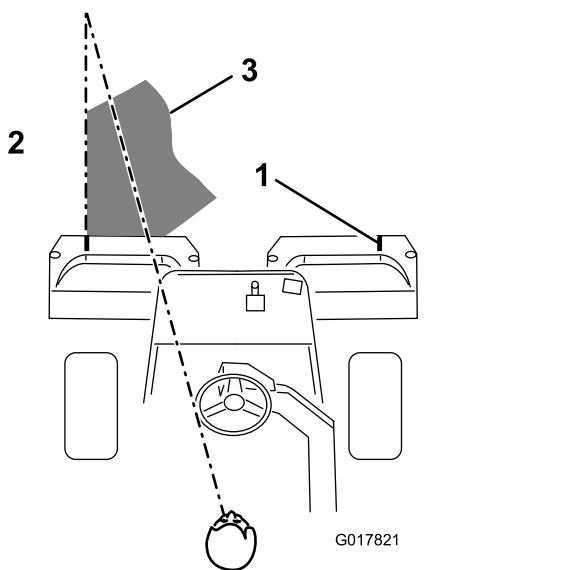

Figura 41
**Nota:** Para ayudar a mantener una línea recta a través del green y mantener la máquina a la misma distancia de la pasada anterior, establezca una línea imaginaria desde un punto situado a 1,8–3 m aproximadamente por delante de la máquina, hasta el borde de la parte no segada del green (Figura 41).
Puede ser útil incluir el borde exterior del volante como parte de la línea imaginaria, es decir, mantener el borde del volante alineado con un punto que se mantiene siempre a la misma distancia de la parte delantera de la máquina (Figura 41).